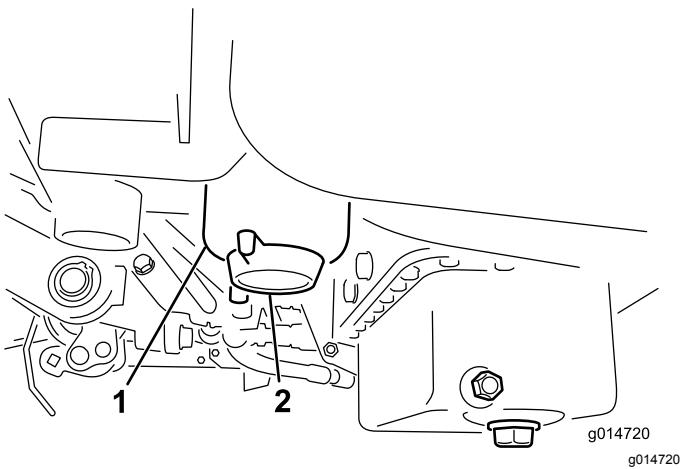

図 30
3. 燃料フィルタについているドレンプラグを 1 回転ほど開き、内部にたまっている異物を流し出す 図 30。終了したらプラグを締める。